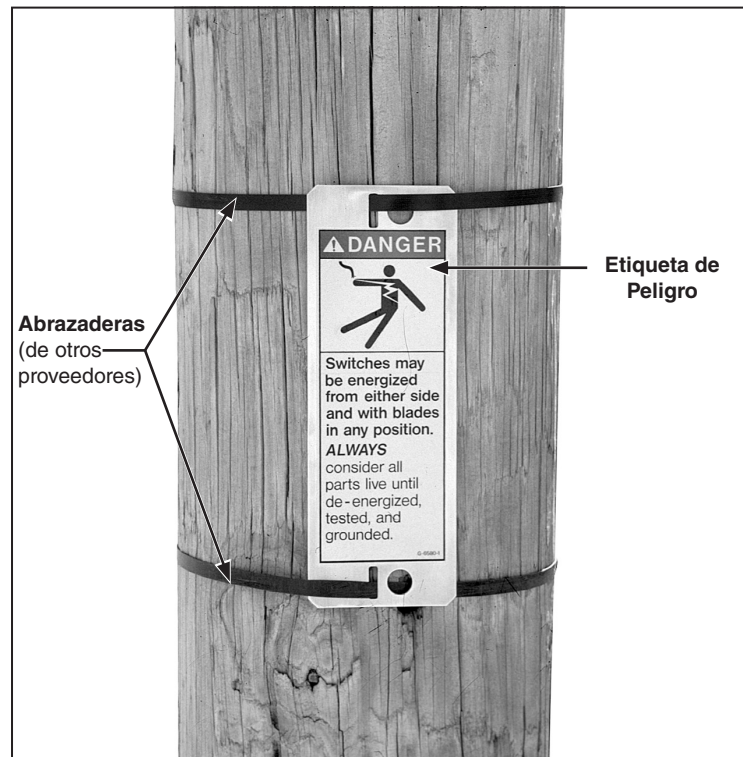

Figura 47. Colocación de la etiqueta de peligro en el poste o estructura.
**PASO 35.** Colóquese la etiqueta de peligro al poste o estructura utilizando abrazaderas o tornillos (de otro proveedor). Vea la Figura 47.